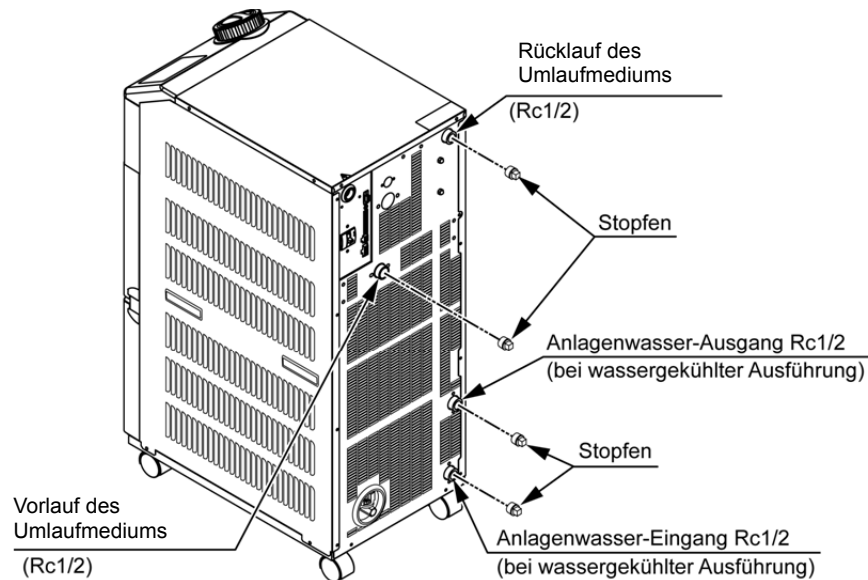

Abb. 8-6 Montage des Stopfens an die Leitungen des Produkts
- 9.** Siehe Abb. 8-6 Montage des Stopfens an die Leitungen des Produkts für die Montage des Stopfens an den Leitungen des Produkts.